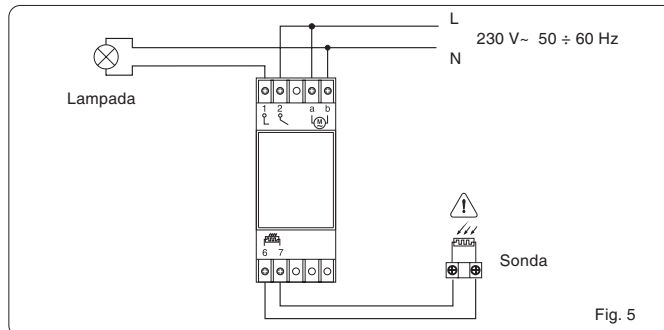

Fig. 5
- Inserire il cavo nel passacavo ed eseguire i collegamenti ai morsetti (fig. 5).